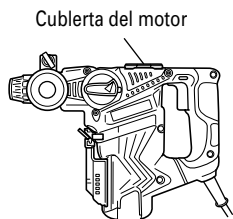

Fig. 32
- (1) Desmonte la cubierta del compartimiento del cigueńal y limpie a fondo la grasa anterior que se encuentre en el mismo. (Fig. 32)
- (2) Aplique 30 gr de grasa A para martillos el3ctricos Hitachi (accesorio est3ndar, en formato tubo) al compartimiento del cigueńal.
- (3) Una vez cambiada la grasa, vuelva a montar firmemente la cubierta del compartimiento del cigüeñal. Tenga cuidado de no dañar ni perder el precinto del aceite.